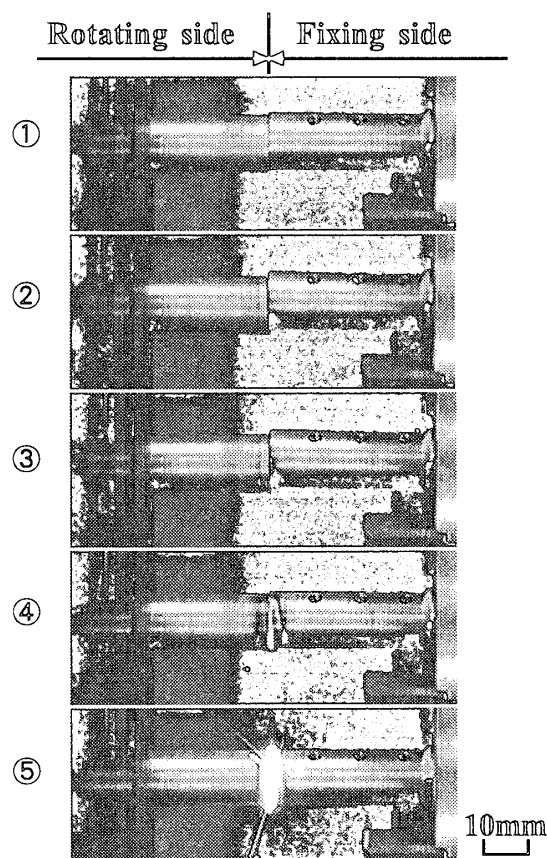
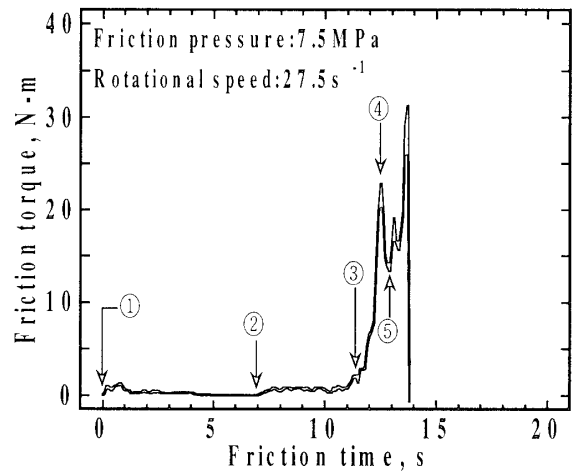
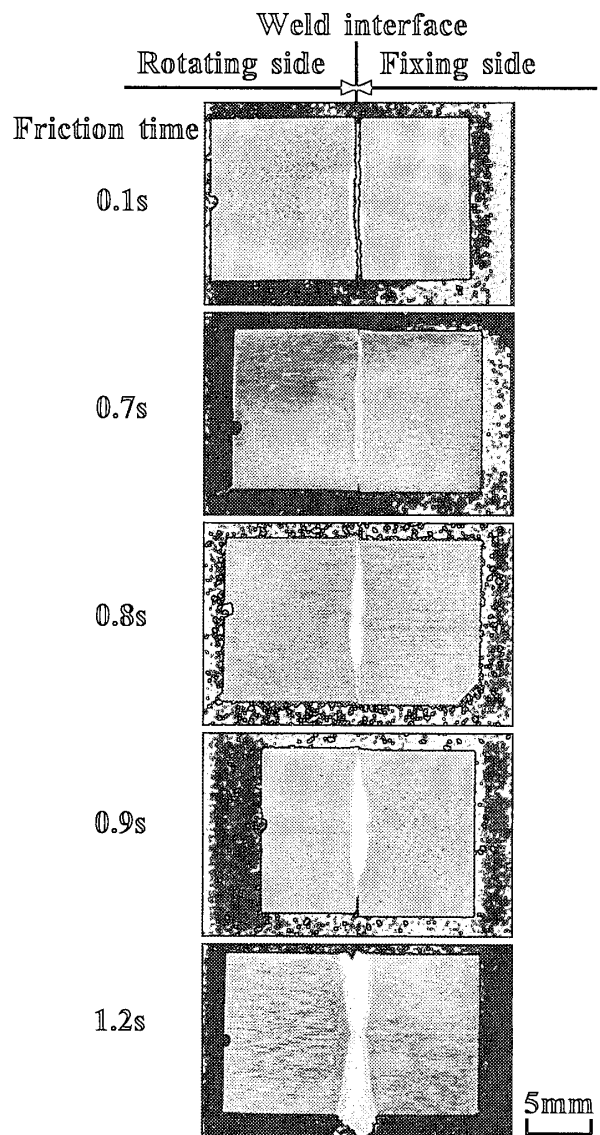

Fig.1 Behavior of specimens during friction welding process.
Fig.2 Measured friction torque curve during friction welding process.
Fig.3 Macrostructures of the welded interface region.
一例として、摩擦圧力 7.5MPa、回転数  $27.5s^{-1}$  (1650rpm) で圧接した場合の摩擦過程中的試験片の状態変化を Fig.1 に、摩擦トルク曲線を Fig.2 に示す。なお、Fig.1 の写真①～⑤は Fig.2 の①～⑤に対応している。①は接触した瞬間であり、①～③にかけて、両試験片が擦れるために写真②よりわかるように圧接面からは摩擦による削り屑が排出しており、この間では摩擦トルクはほぼ一定を示した。写真③では圧接面に近い外表面の色が摩擦熱により若干黄色く(写真では黒色)変化し、圧接面中央部が赤く(白色)発光しはじめるのが認められた。また、摩擦トルクは③から急激に上昇、④の初期トルクに達し、写真④に示すように圧接面全体が赤く(白色)変化した。実験では⑤の状態に到達した後、ブレーキを駆けて接合を完了した。このような一連の現
初期トルク到達時間1)が異なるものの、Fig.1では圧接面中央部から発光が認められ、圧接条件に関わらず継手の接合現象はほぼ同様であると推測される。この間の現象をより詳細に調べるため、摩擦圧力を20MPa、回転数を $25\text{s}^{-1}$ (1500rpm)と固定し、摩擦過程中的各摩擦時間における継手境界部断面のマクロ観察を行った。その結果をFig.3に示す。接触開始後、摩擦時間0.1sで見られるように、お互いが擦れ合ったために圧接面は若干凹凸に変形している。また、摩擦熱の影響により、接触開始直後から圧接面の中央付近の組織が若干変化しており(写真では白色)、0.7～0.9sと摩擦時間が増加するのにもなって熱影響部が外周部へと拡大し、圧接面中央部が接合されているのが認められた。その後、1.2sで見られるように熱影響部および接合された領域が圧接面全域に推移しており、バリの排出を生じた。これらはFig.1の試験片の外観観察で見られた発光し始めた位置に一致しており、接合は圧接面中央部から生じるものと推測される。